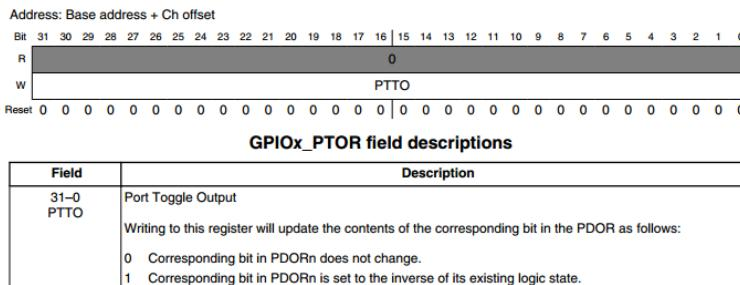

Figura 9: Formatação do registrador GPIOx\_PTOR
- **GPIOx\_PTOR (Port Toggle Output Register)** mostrado na figura 9, usado para inverter o estado lógico do pino selecionado